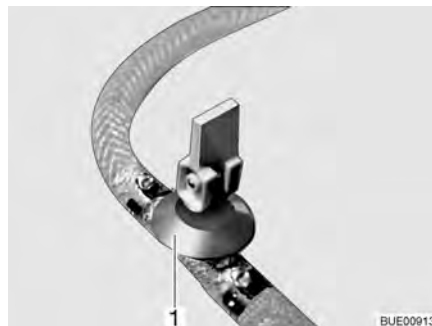
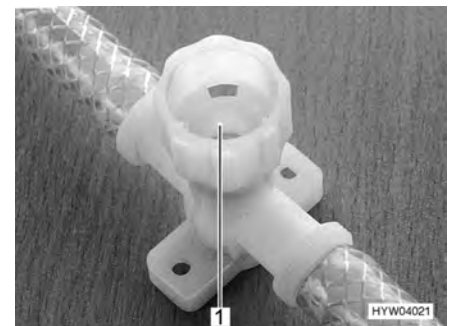

Fig. 159 Llave de desagüe (con balancín)
Fig. 160 Llave de desagüe (con tapa giratoria)
- Cerrar todas las llaves de desagüe. Para esto, poner el balancín de la llave de desagüe (Fig. 159,1) o cerrar la tapa de la llave de desagüe (Fig. 160,1) girándola en el sentido de las agujas del reloj.